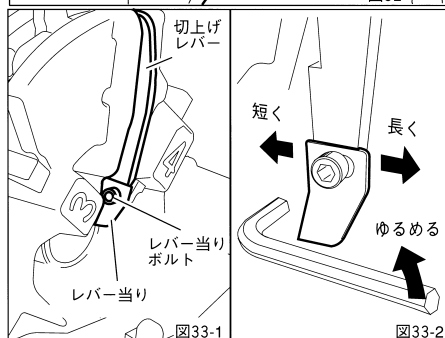

図33-2
■ねじ長さの調整方法(図33-2)
- ① 切上げレバーを押し、チェーザが開いた状態にしてレバー当りボルトを少しゆるめます。
- ② 長くする時は、リーマ側へ、短くする時はカッタ側へレバー当りを動かし、調整します。
- ③ レバー当りボルトをしっかりと締めつけます。